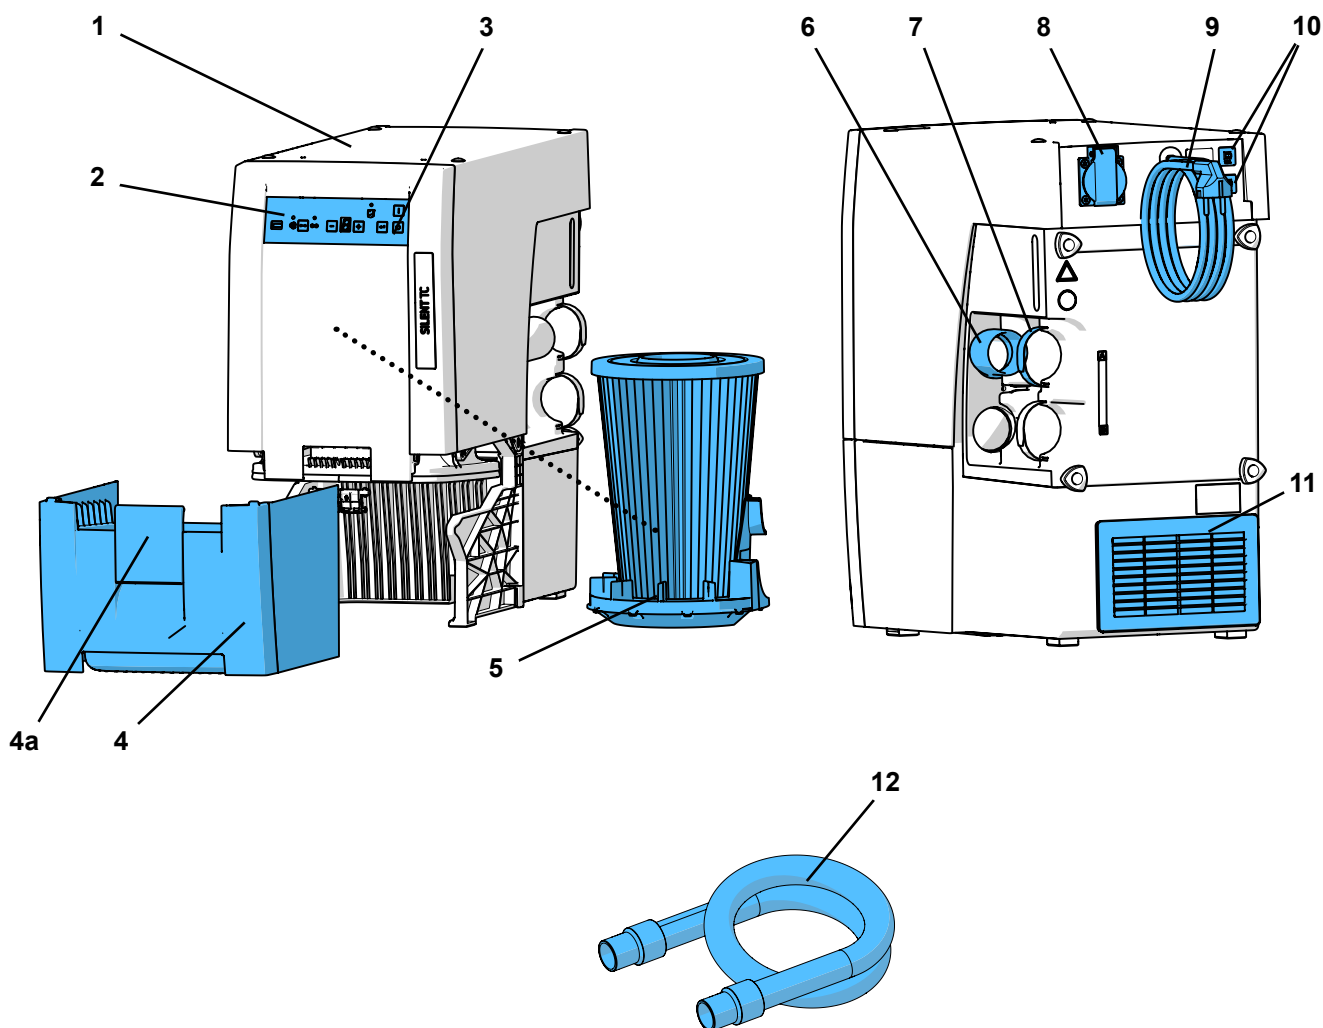

Рис. 1
- выходу отработанному воздуху (11, Рис. 1) ничего не препятствовало.
- Отверстие на задней стенке шкафа (В), мин. 250 x 120 мм, непосредственно напротив выхода отработанного воздуха (11, Рис. 1).
- ⇒ Шнур питания (9, Рис. 1) развернуть и штекер вставить в розетку электросети здания.
Вытяжка работает в зависимости от подключенного к приборной розетке (8, Рис. 1) электроприбора.